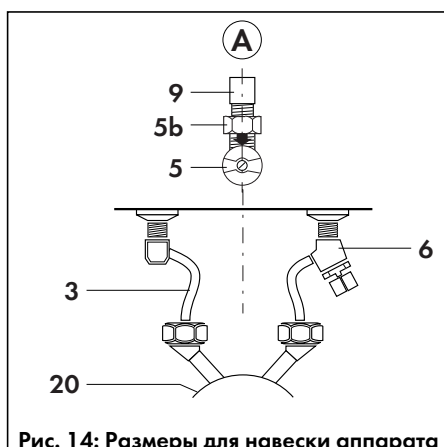

Рис. 14: Размеры для навески аппарата
- Установив прокладки, навинтите накидные гайки предварительно смонтированных подсоединений водопровода холодной и горячей воды (6) и (3) на соответствующие штуцеры водяного блока аппарата (20), как показано на рис. 14, и затяните резьбовые соединения.
- Если предусмотрена установка арматуры непосредственного разбора № 9011, подсоедините её к водяному блоку аппарата (20), вывинтив предварительно резьбовые заглушки для слива.
- Если не предусмотрен удалённый водоразбор от аппарата, заглушите штуцер для подключения водопровода горячей воды в водяном блоке аппарата (20).